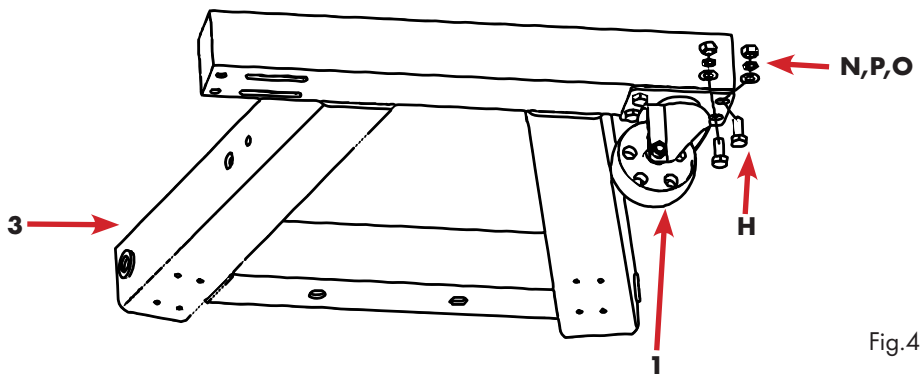

Fig.4
- Fissare i rulli grandi 3,5" e piccoli 3" al supporto π con bulloni, rondelle, anelli elastici e dadi senza serrare i dadi, Fig.4.